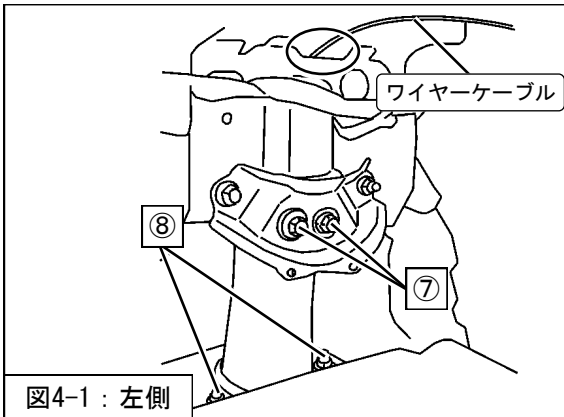

図4-1：左側
2. P 14「減衰力調整方法」を参考に、ワイヤーケーブル（同梱品）をリアサスペンションASSYシャフト先端に取付け、トランクルーム内まで通してください。（図4-1）
⑧アップパーマウント取付ナット（締付トルク：46.1～62.8N・m）を車両に取付けてください。（図4-1）
4. ⑦ブラケット取付ボルト（締付トルク：37.2～51.9N・m）を取付けてください。（図4-1）